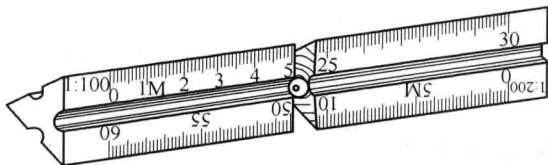

图 1-6 三棱比例尺
1. 在园林图中，比例尺供绘制不同比例的图样时量取尺寸用，有三棱比例尺（图 1-6）、四棱比例尺、扇形比例尺等几种形式，较常用的是三棱比例尺。比例尺上所注数字的单位是米（m）。三棱比例尺上刻有六种不同的比例刻度，因此可以有六种不同的比例供选用。较常用的百分比例刻度有 1:100、1:200、1:300、1:400、1:500 和 1:600。对于比例尺上没有的其他可用比例，如 1:25、1:50、1:150 等，可以用比例尺上相应的比